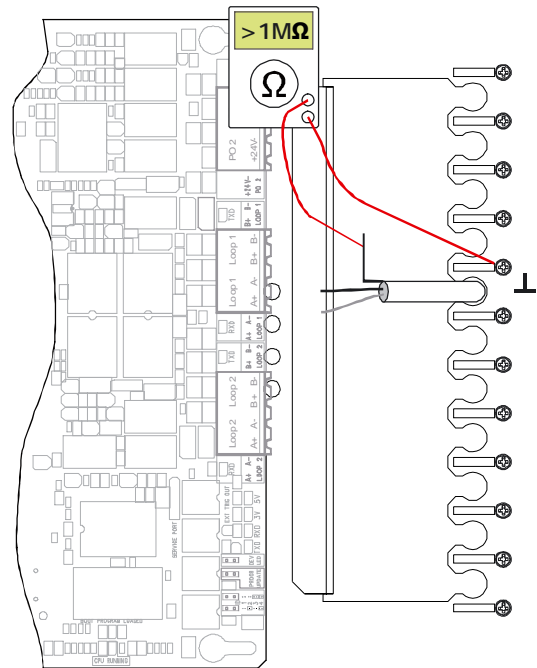

Рис.4
3. Если используемые кабели экранированы, перед подключением экрана измерьте сопротивление между экраном и общей шиной шкафа, оно должно превышать 1 МОм (Рис.4). Если сопротивление меньше, то экран кабеля находится в контакте с конструкциями здания: